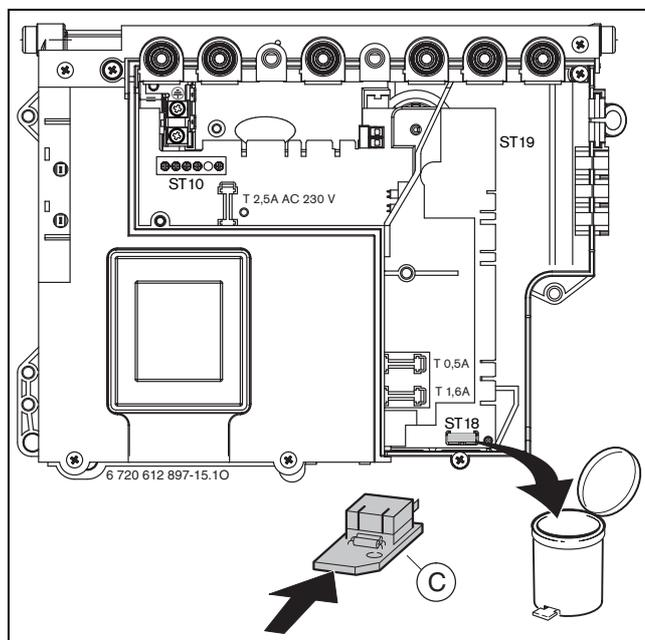

Fig. 64
- Cambiare la chiave di codifica (→ fig 64).